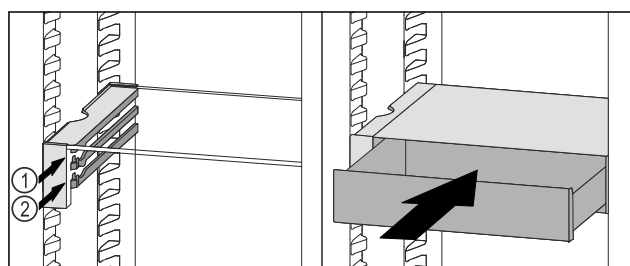

Fig. 89
- ▶ Поставете чекмеджето на VarioSafe зад ограничителите върху желаното ребро Fig. 89 (1) или Fig. 89 (2).